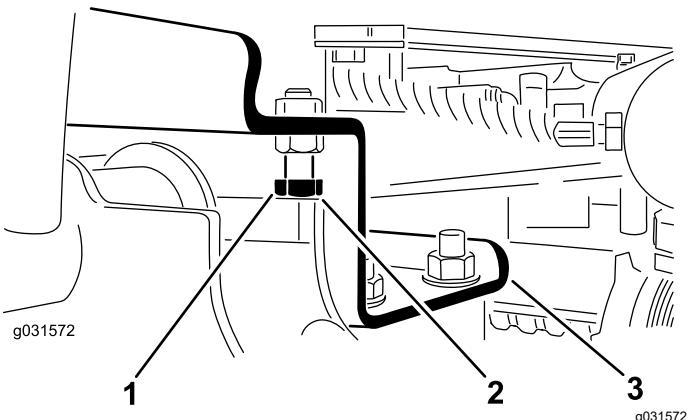

Figure 13
- Desserrez les boulons d'arrêt (Figure 13).
- Vérifiez que l'écartement entre chaque bras de levage et le boulon d'arrêt est compris entre 0,13 et 1,02 mm, comme montré à la Figure 13.